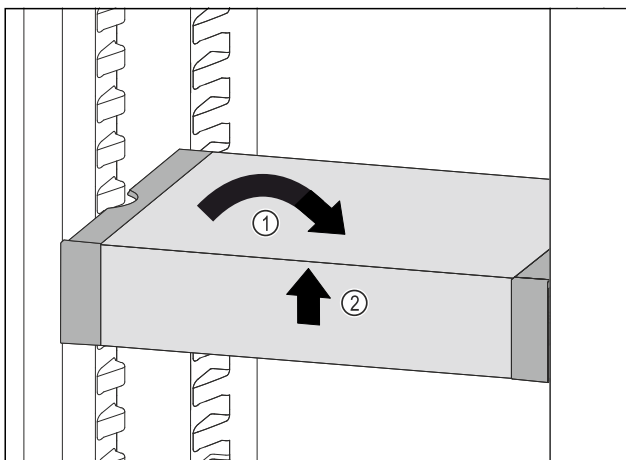

Fig. 64
- VarioSafe recht zetten. Fig. 64 (1)
- VarioSafe aan voorkant optillen. Fig. 64 (2)